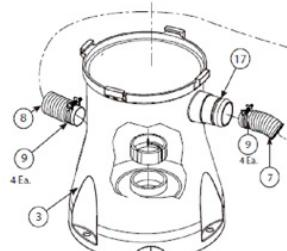

BILD 1
- Ta inlopps- och utloppsslängarna (7), (8) och ta ut de fyra slangklämmorna (9) från påsen med tillbehör. Lossa slangklämmorna och skjut på den på slängens båge ändar. En slang sätts på filtreringenhetens skåps ingång och en slang på dess utgång. Dra åt de två slangklämmorna (9) på filtreringenhetens skåp. Se **bild 1, 3 och 4**.
- Montera på silen med genomföringen (11, 12) till utgången på bassängväggarna. Sätt på sugslangen från filterenhetens skåp på bassängens genomföring. Dra åt slangklämmen. Se **bild 1, 3 och 4**.
- Montera strömlirkritikaren med genomföringen (11 och 13) på bassängvägen. Fäst utloppsslangen till filtreringenhetens skåp på bassängens ingångsgenomföring. Dra åt slangklämmen. Börja med att tömma bassängen. Se **bild 1, 3 och 4**.